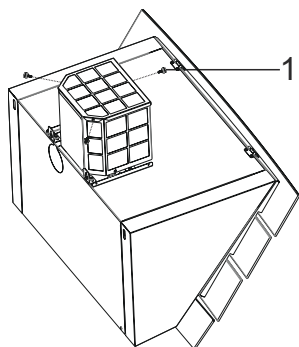

Fig. 9
- Fjern de 3 skruer med plastikhoveder for at afmontere toppladen på kulfilterkabinettet (Fig. 9).